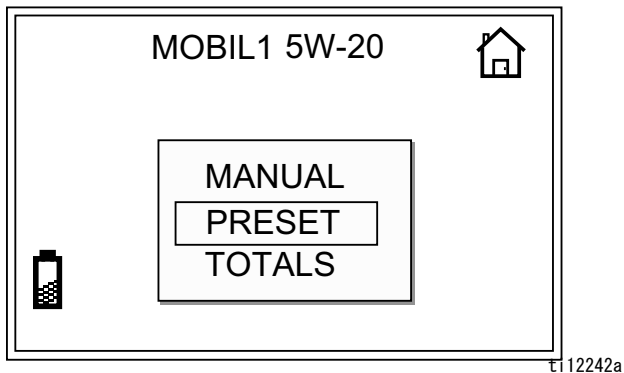

図 24
1. ホーム画面で、上または下矢印を使用して、プリセット(図 24) を選択します。